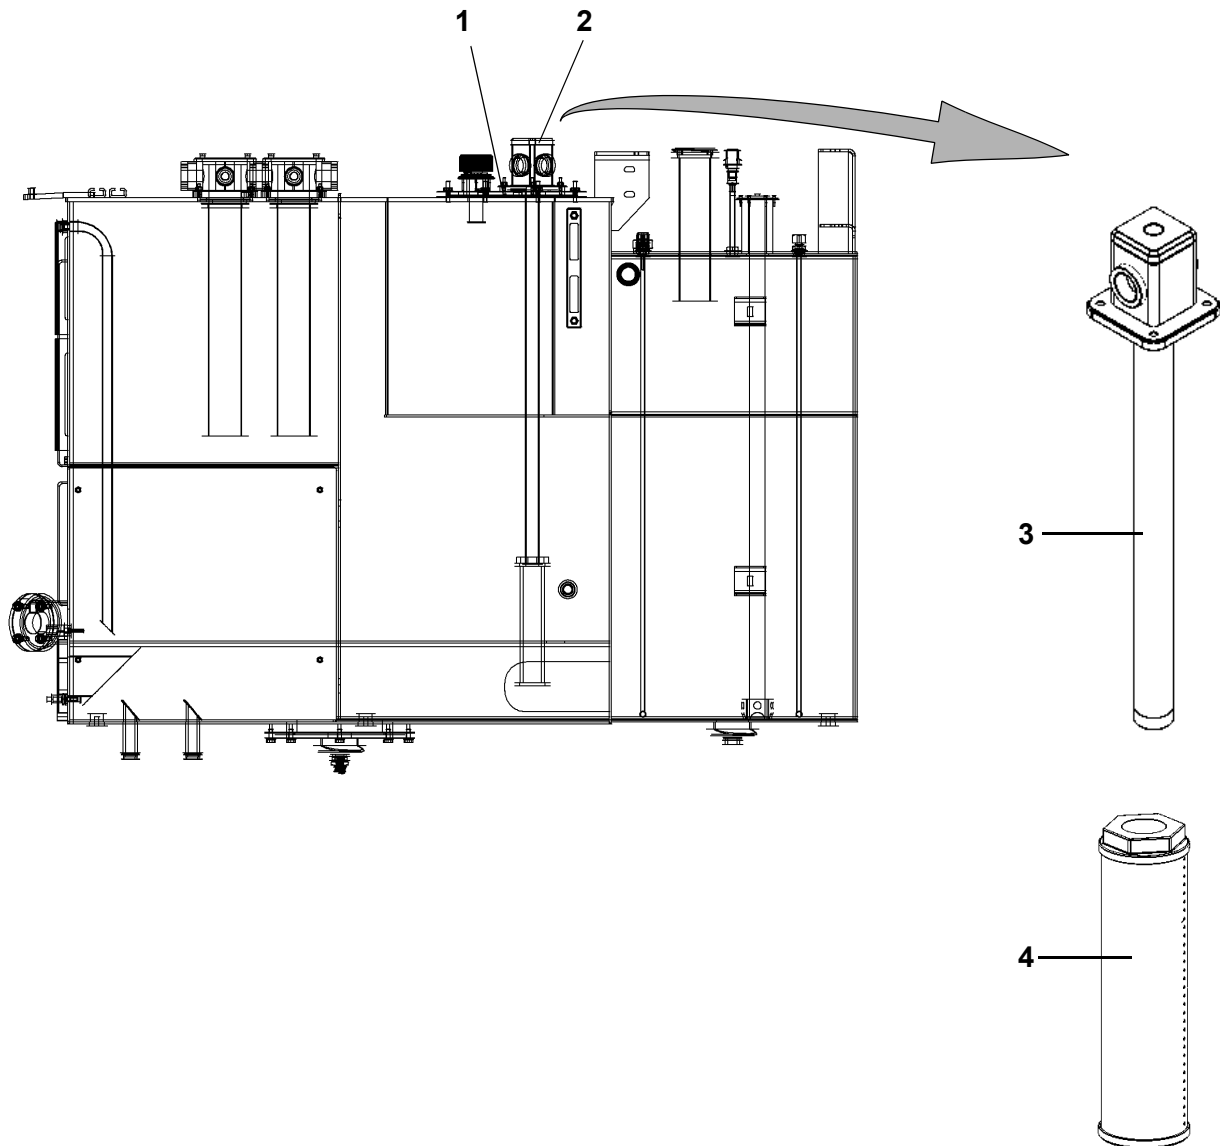

Fig. 19 Filtro de óleo de vazamento
1	Solte as porcas sextavadas (1) na Fig. 19.
2	Retire o filtro de óleo de vazamento (2) na Fig. 19.
3	Solte o elemento de filtro (4), na Fig. 19 do tubo de retorno (3) na Fig. 19.
4	Prenda com o parafuso o novo elemento de filtro (4), na Fig. 19 no tubo de retorno (3) na Fig. 19.
5	Insira o filtro de óleo de vazamento (2) na Fig. 19 dentro do tanque.
6	Aperte o filtro de óleo de vazamento (2) na Fig. 19 usando as porcas sextavadas (1) na Fig. 19.